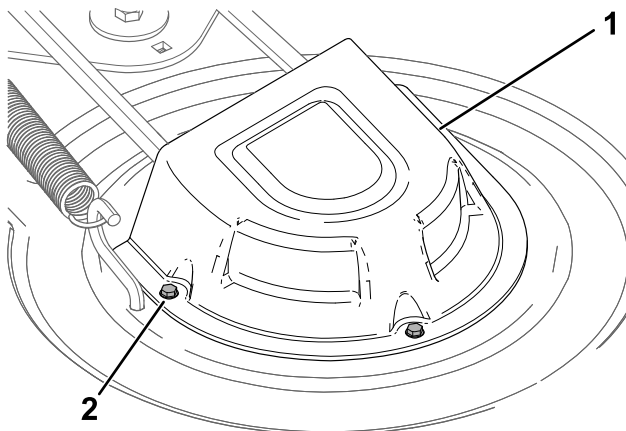

Figura 47
4. Afloje los tornillos y retire las cubiertas de las poleas (Figura 47).